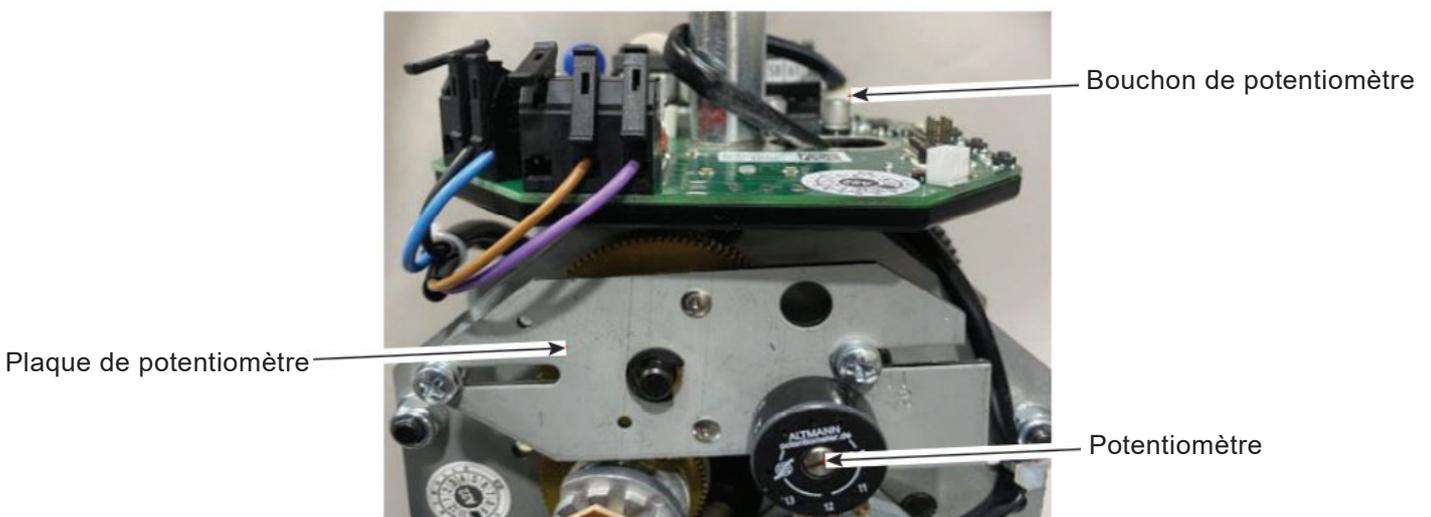

Fig. 14
- Voir la Fig. 14 - Installation et réglage du potentiomètre pour l'orientation du produit